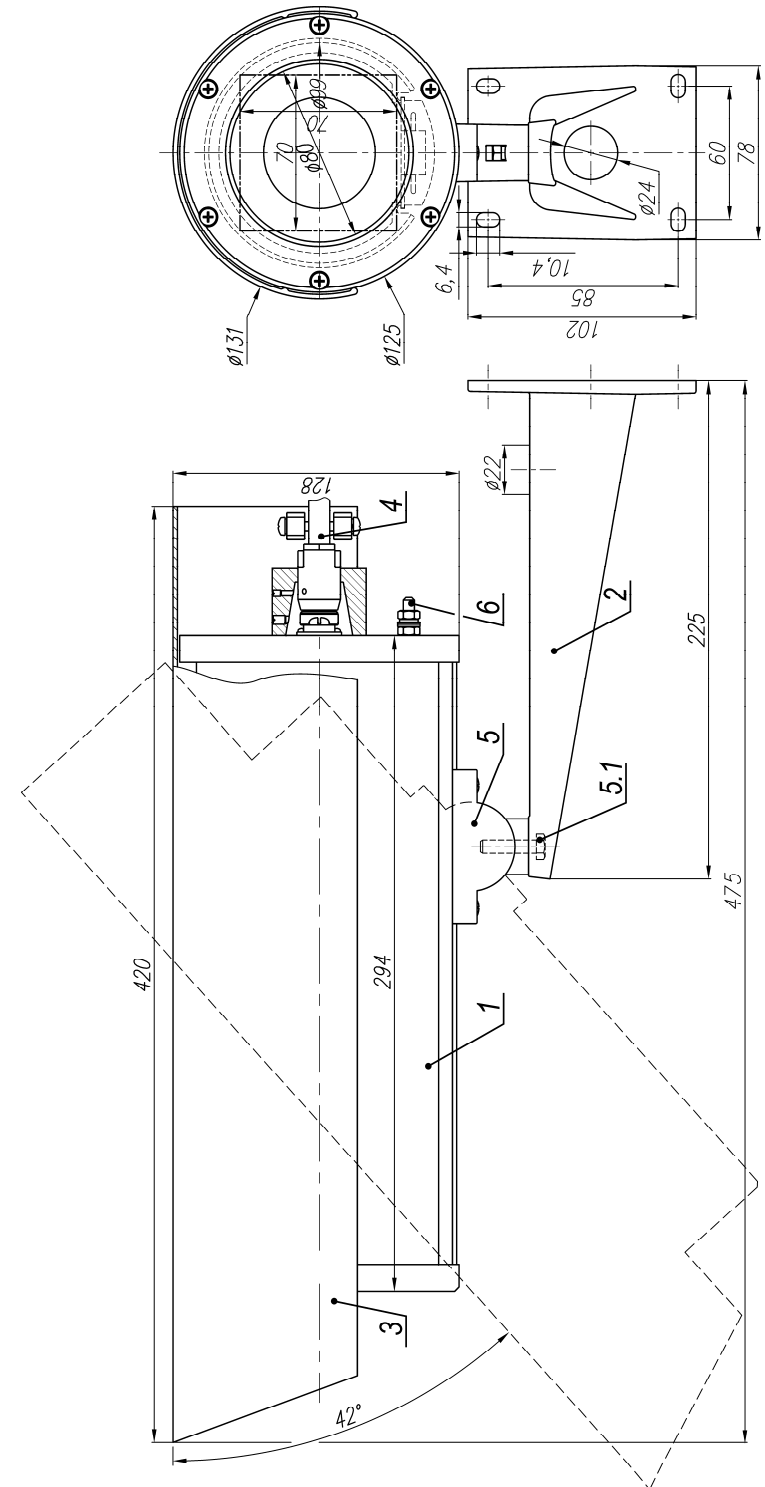

Рис.1 Состав и габаритно-установочные размеры ТВК- ТВК-83 IP Ex
2. Ослабив болт фиксации шарнира (поз.5.1 рис.1), установить гермобокс на нужное направление обзора, после чего надежно зафиксировать шарнир затянув болт.
3. Заземлить гермобокс с помощью болта заземления (поз.6 рис.1).
**Состав изделия:** (см. рис.1)